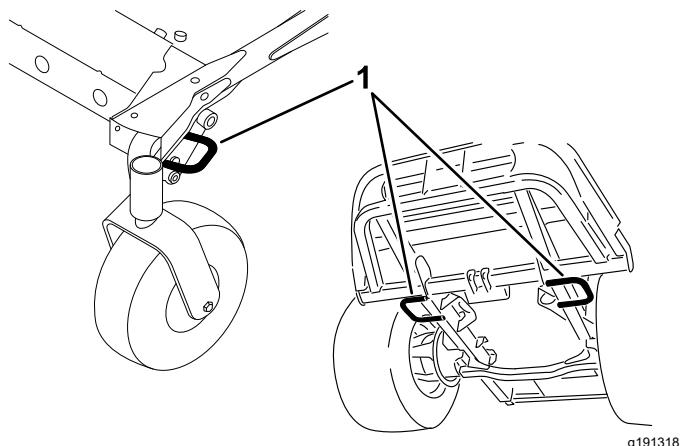

Figura 28
5. Utilice los puntos de amarre de la máquina para sujetarla firmemente al remolque o al camión con correas, cadenas, cables o cuerdas (Figura 28).